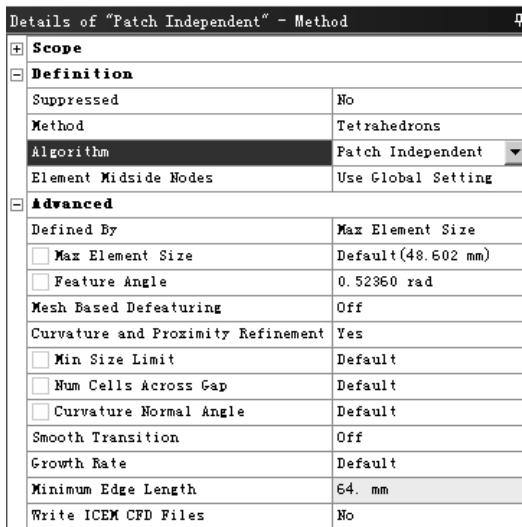

图 5.1.3 “Details of ‘Patch Independent’ -Mothod”对话框
(1) 协调分片算法 (Path Conforming)。该方法基于 TGrid 算法，先生成面网格，然后生成体网格。
- ◆ 选用协调分片算法的方法：在图 5.1.3 所示的“Details of ‘Patch Independent’ -Mothod”对话框中 **Definition** 区域的 **Method** 下拉列表中选择 **Tetrahedrons** 选项，在 **Algorithm** 下拉列表中选择 **Patch Independent** 选项。